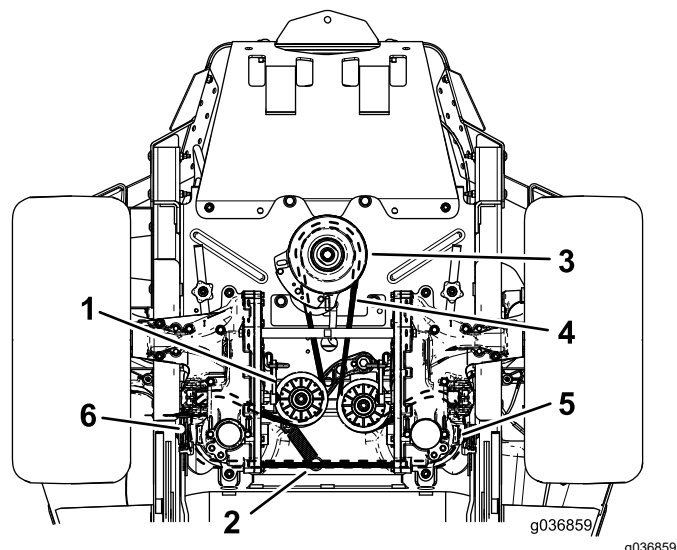

Figura 64
6. Retire el muelle tensor del anclaje (Figura 64).
8. Instale la correa nueva alrededor de la polea del motor y de las 2 poleas de la bomba hidráulica (Figura 64).